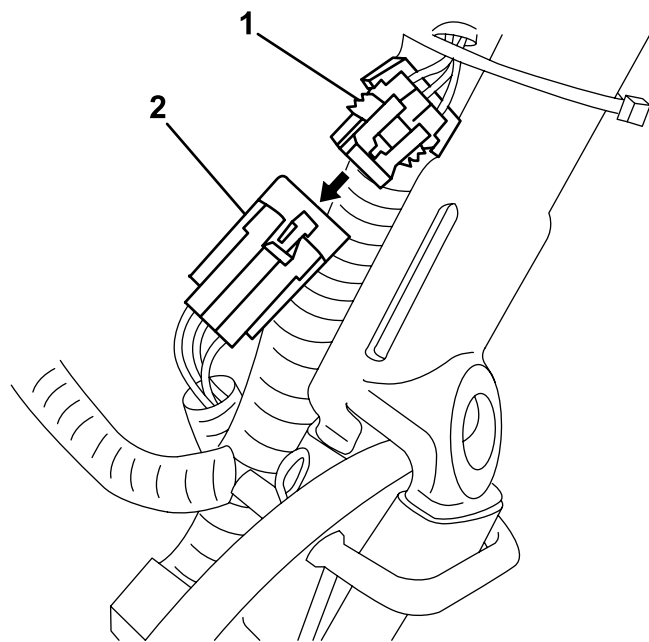

図 10
3. パックについている小さいコネクタがマシンのワイヤハーネスに接続されているので、これをハーネスから外し、メインのワイヤハーネスに接続する 図 10。